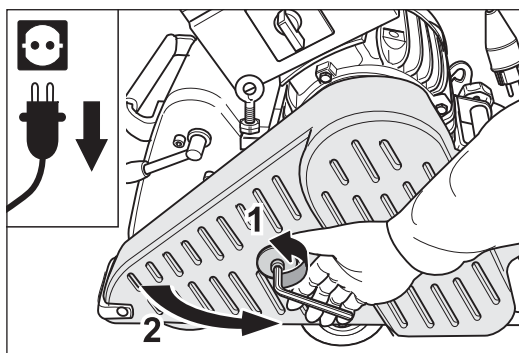

Abb. 2 Den Netzstecker aus der Steckdose ziehen und den Riemenchutz öffnen.
- 3 Öffnen Sie den Riemenchutz (Abb. 2).